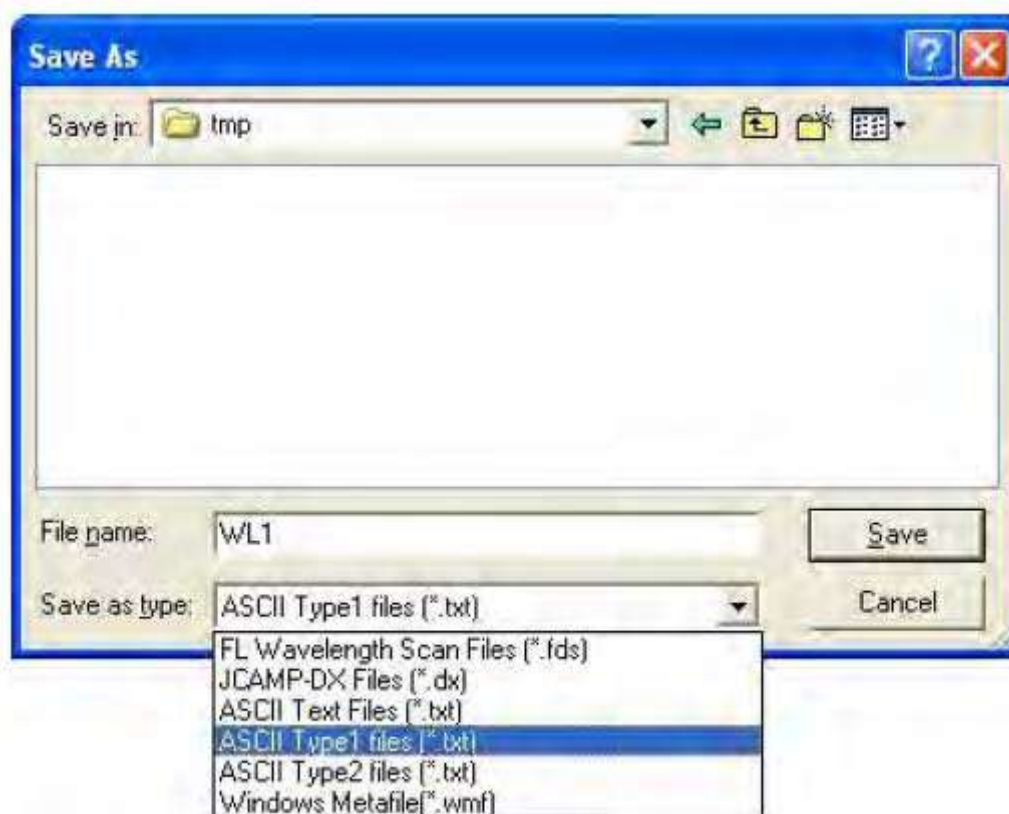

Рис. 7-45
- (1) Загрузите файл данных для преобразования и откройте окно обработки данных (смотрите главу 7.1)
- (2) Из меню «Файл» выберите команду «Сохранить как».
- (3) Откроется окно, показанное на рис. 7-45. В поле «Тип файла», выберите текстовый файл формата ASCII (*.txt).